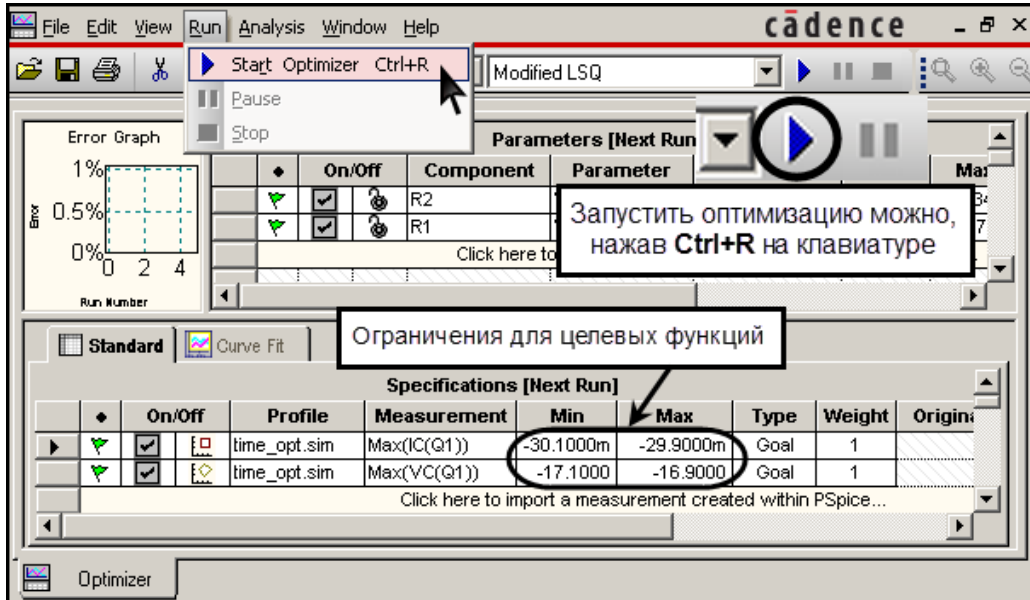

Рис. 103. Задание диапазона значений целевых функций
- 19.г. В столбцах **Max** и **Min** (рис. 103) таблицы **Specifications** задать ограничения для целевых функций, так, чтобы указанный диапазон включал параметры новой рабочей точки, полученные в п. 15.
- 19.д. Запустить оптимизацию (рис. 103).
В показанном на рис. 103 примере, заданы диапазоны значений для рабочей точки p-n-p транзистора:  $U_{KЭ0} = -17$  В,  $I_{K0} = -30$  мА (рис. 103). Диапазон значений целевых функций должен быть с одной стороны узок, чтобы
→ 19.ж. Запустить оптимизацию (рис. 103).